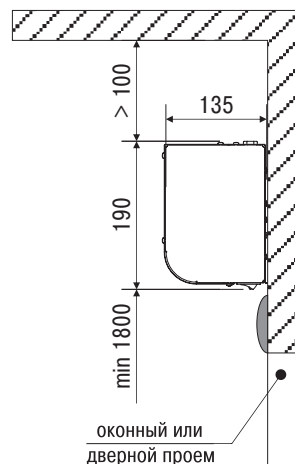

Рисунок 5.
- При выборе и установке тепловой завесы следует придерживаться следующих правил (см. рис. 5):